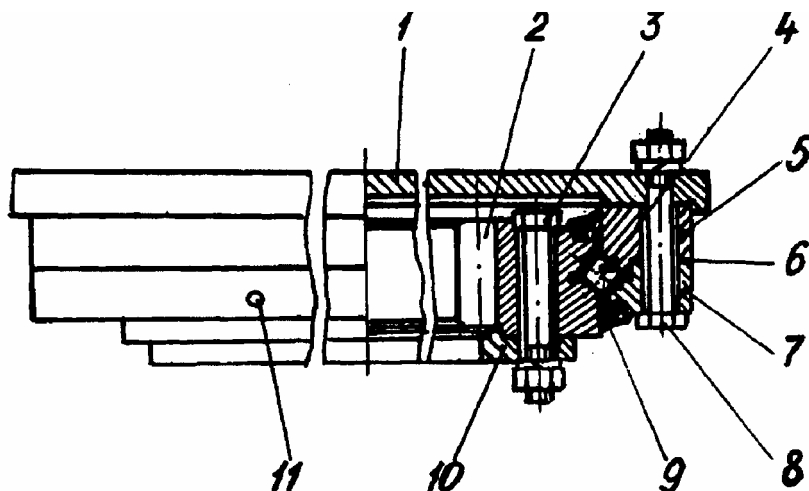

Рис. 15 Опорно-поворотное устройство
1.4. ОПОРНО-ПОВОРОТНОЕ УСТРОЙСТВО (РИС. 15)